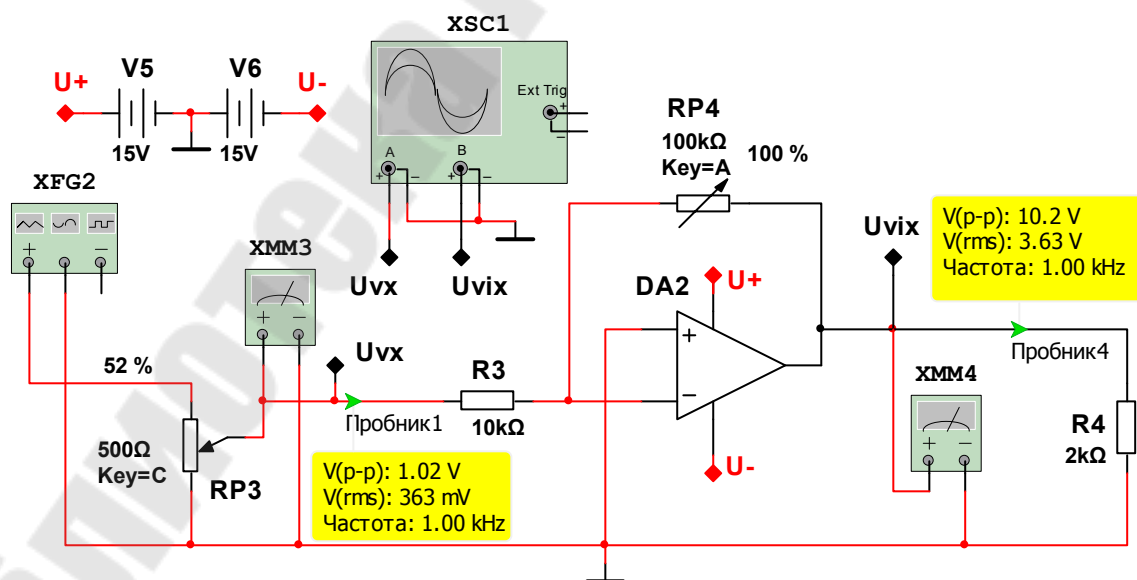

Рис. 4.1. Инвертирующий усилитель
1. Собрать схему инвертирующего усилителя напряжения, включив ОУ по схеме, показанной на рис. 4.1.
На рис. 4.1 обозначено: V5, V6 – источники постоянного напряжения; DA2 – операционный усилитель; RP3 – потенциометр для регулировки входного напряжения; R3 – резистор на инвертирующем входе операционного усилителя; RP4 – резистор обратной связи; R4 – нагрузочное сопротивление; XMM3 и XMM4 – мультиметры в режиме измерения переменного напряжения; XFG2 – функциональный генератор; XSC1 – осциллограф.
3. Привести осциллограммы напряжений в точках подключения осциллографа (рис. 4.1) при различных значениях коэффициента усиления схемы. Обратит внимание на фазу напряжения на входе и на выходе усилителя. Построить передаточную характеристику для одного из значений сопротивлений. Определить коэффициент усиления схемы по напряжению. Сделать выводы о диапазоне изменения коэффициентов усиления.